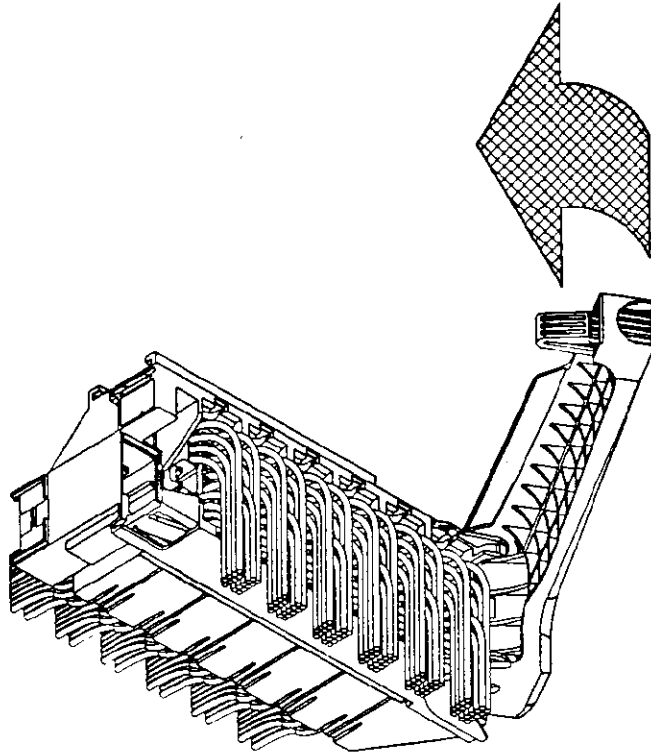

FIG. 5
4) Close the lever up to the complete hooking of lever locking lance in the apposite latch receptacle on the frame (see **Fig.5 e 6**).
4) Chiudere la leva fino al completo aggancio del dente nell'apposita sede sul frame (vedi **Fig.5 e 6**).